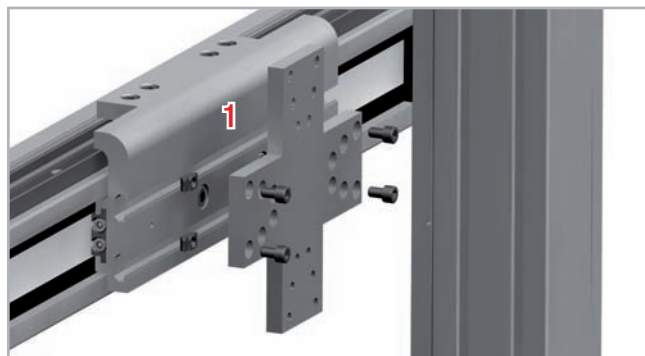

Abb. 106
1. Führen Sie die Schrauben von einer Seite der Verbindungsplatte in die vorbereiteten Bohrungen ein (s. Abb. 106).